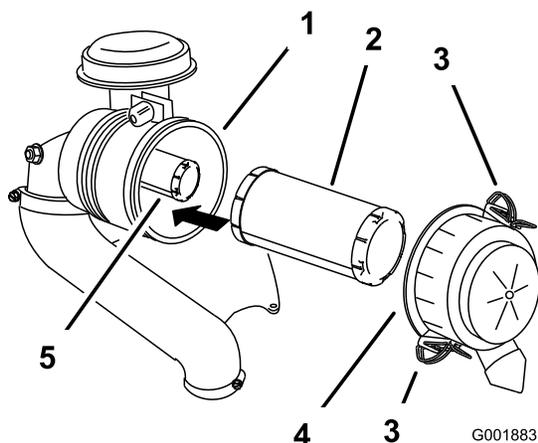

図 46
3. エアクリーナのラッチを外し、ボディーからカバーを外す 図 46。
5. 次フィルタをゆっくり引き抜くようにしてエアクリーナのボディーから外す 図 46。
2. インナーフィルタを交換する場合には、十分に注意しながら、フィルタのボディに挿入する 図 46。
3. 1次フィルタをゆっくり押し込むようにして安全フィルタの上から取り付ける 図 46。
4. エアクリーナカバーを取り付け、ラッチを固定する 図 46。